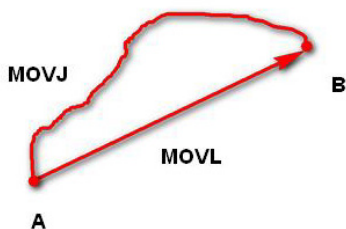

Figura 31: Modo MOVL/MOVJ
- MOVJ: Movimentação da articulação. Do ponto A ao ponto B, cada articulação se movimentará a partir de um ângulo inicial até o seu ângulo-alvo, independentemente da trajetória, como mostrado na Figura 31:
- **MOVL:** Movimento retilíneo. As articulações executarão uma trajetória em linha reta do ponto A ao ponto B, como mostrado na Figura 31.